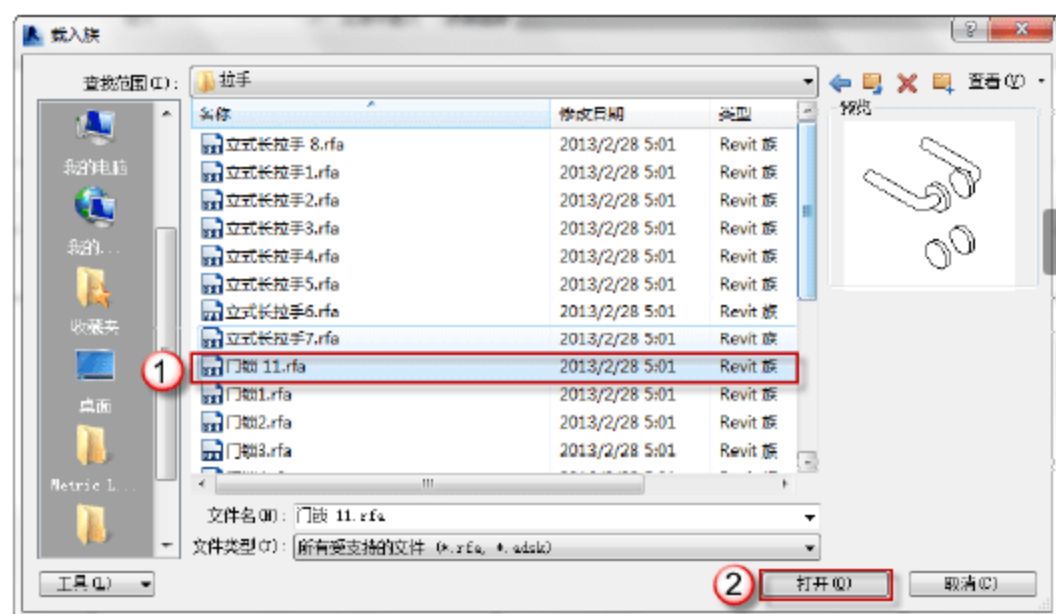

图 6.1.70 插入门拉手族
(24) 载入门锁族。选择“项目浏览器”中的“楼层平面”→“参照标高”选项，进入门的参照标高视图。选择“插入”→“载入族”命令，弹出“载入族”对话框，打开“建筑”\“门”\“门构件”\“拉手”文件夹，选择“门锁 11.rfa”，单击“打开”按钮，如图 6.1.70 所示。